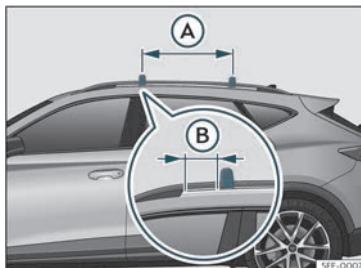

Fig. 117 Puntos de fixación das barras lonxitudinais para o portaequipaxes do teito.
As barras transversais están montadas nas barras laterais do teito. A distancia entre as barras transversais >>> **fig. 117** (A) debe estar entre 70 e 90 cm e a distancia das barras transversais cos soportes das barras laterais do teito (B) deberá ser de 15 cm.